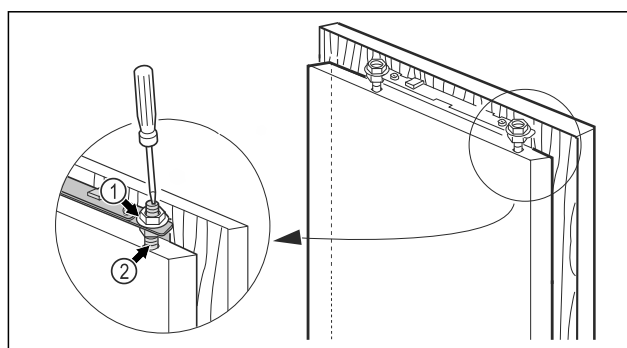

Fig. 47
- ▶ Serrare i controdadi Fig. 47 (1) con una chiave esagonale da 13, mentre si tengono bloccati i bulloni di registrazione Fig. 47 (2) con un cacciavite.